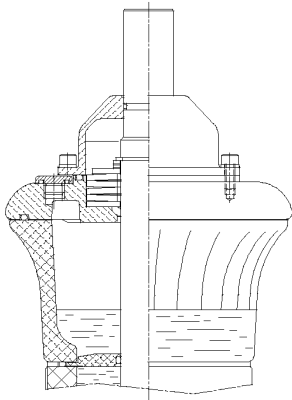
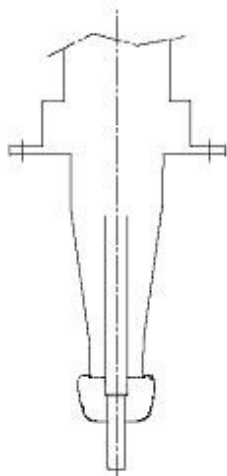

Fig. 15
Fig. 16
In questo tipo di connessione la corrente è portata direttamente dal conduttore centrale del passante dal terminale superiore (fig. 15) al connettore inferiore (fig. 16).
In questo tipo di connessione, il terminale superiore (fig. 15) **non deve** essere smontato. Viene fissato con 4 viti M8 alla testa del passante ed ha solo la funzione di proteggere il sistema di molle nella testa.
- Deflettore fisso: fissato alla coda del passante, non può essere rimosso (fig. 16).